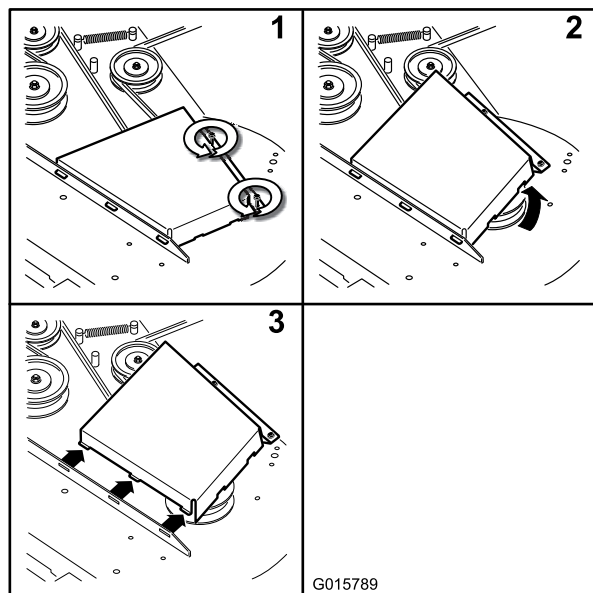

Figure 66
4. Retirez les couvercles de courroie (Figure 66).